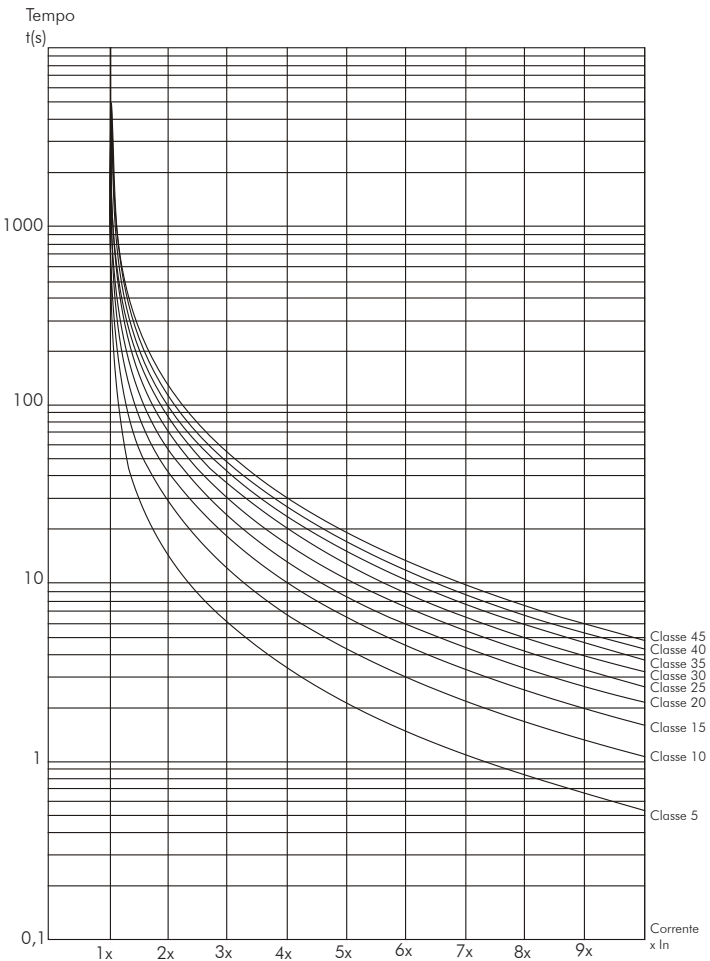

Figura 5.27 - Classes de disparo para proteção do motor a quente com 100 % In
2) Na figura 5.27 verificamos a máxima classe de disparo que suporta o motor devido ao tempo de rotor bloqueado a quente. Para $6,6 \times I_n @ 12$ s adotamos a curva mais próxima abaixo: Classe 40.